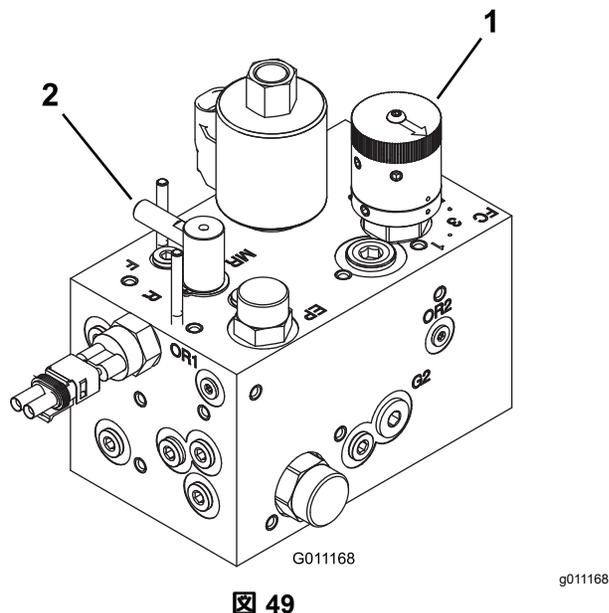

図 49
3. リール速度コントロールノブ 図 49を、ステップ1で決めた番号に合わせる。